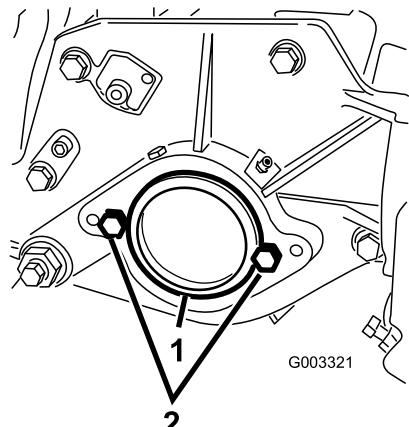

Bild 7
2. Nehmen Sie rechts an der Schneideeinheit den Plastikstöpsel vom Lagergehäuse ab (Bild 7).
3. Nehmen Sie die zwei Kopfschrauben von der rechten Seitenplatte ab (Bild 7).
2. Kopfschraube (2)
5. Schrauben Sie die zwei Befestigungsschrauben für den Spindelmotor lose an der linken Seitenplatte der Schneideeinheit fest (Bild 7).